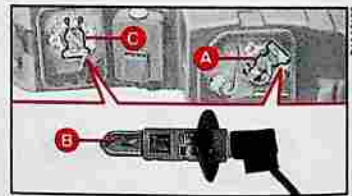

fig. 14
- 2) Décrocher l'agrafe de fixation **A**-fig. 14, extraire la lampe **B** et la remplacer.
- 2) Décrocher l'agrafe de fixation **C**-fig. 14, extraire la lampe **B** et la remplacer.